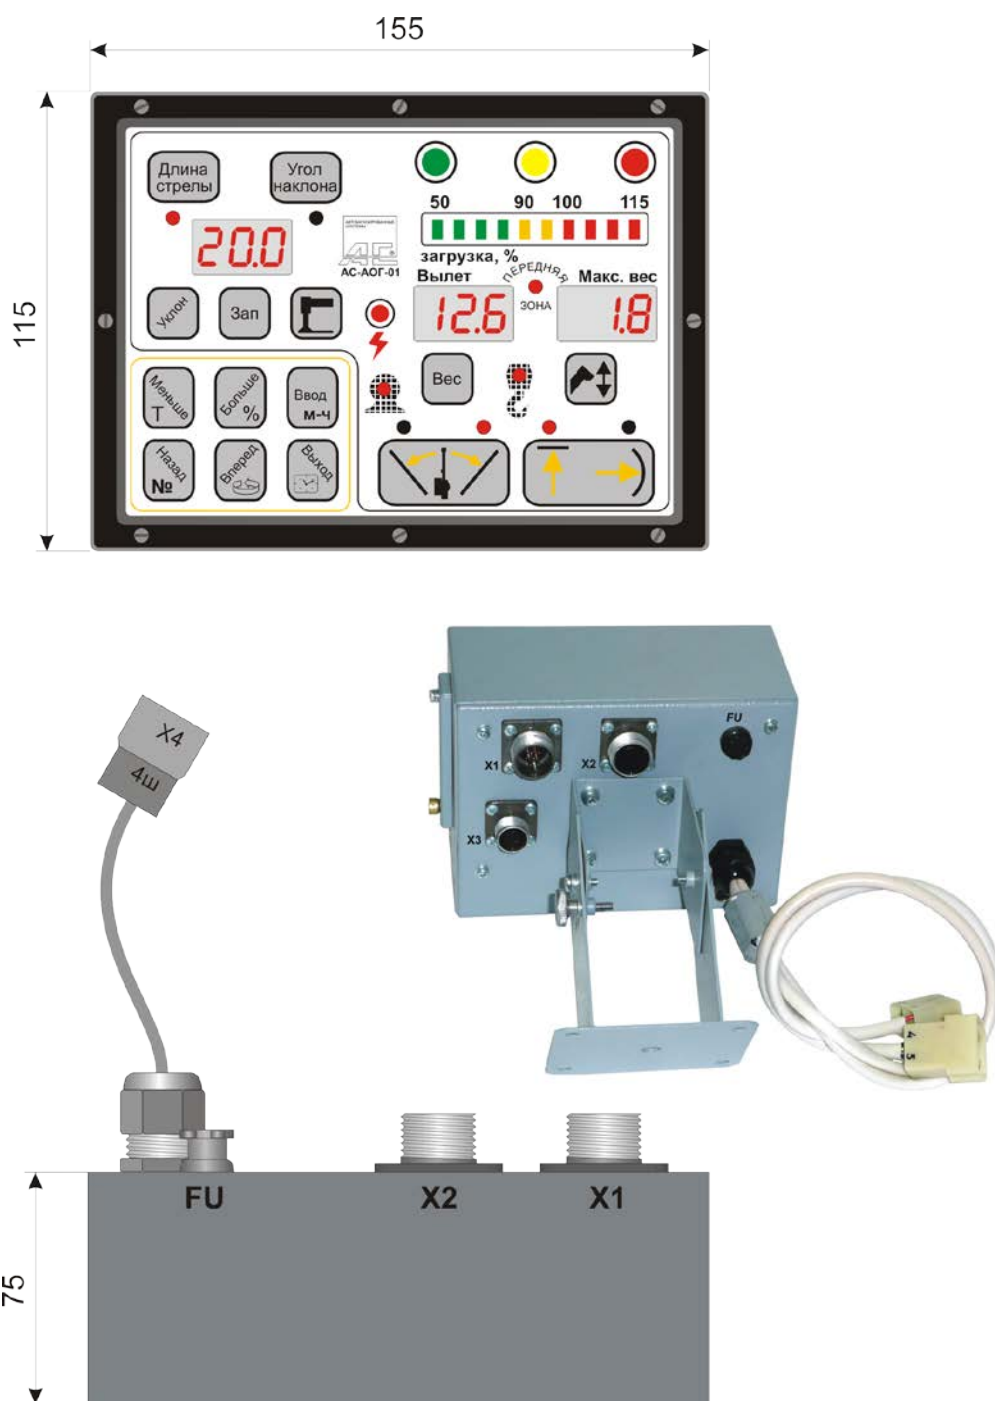

Рис.2
| 1) блок АОГ, включающий "Регистратор параметров" | 1 шт, рис.2; |
Подсоединение АОГ к электрооборудованию крана должно быть произведено в соответствии со схемой подключения рис.3, а именно через контакты разъема X4 расположенного на тыльной стороне блока АОГ (рис.2), на задней стенке.
6.3. Напряжение питания от аккумуляторной батареи либо от преобразователя АС220В-DC24В при установке выключателя питания в положение ВКЛ подается на контакты разъема X4 блока АОГ, рис.2,3.
6.3.3. К блоку питания относятся 2 плавких предохранителя FU1 и FU, расположенных в блоке АОГ, рис.2. Самовосстанавливающийся предохранитель FU1 (1А) размещен внутри блока и предназначен для защиты внутренних электронных цепей блока АОГ, а плавкий предохранитель FU (5А), размещен на задней стенке блока АОГ и предназначен для защиты цепей управляющих реле от короткого замыкания. Питание реле осуществляется независимо от внутренних электронных цепей блока АОГ.
6.4. Блок АОГ включает в себя модуль индикации и управления (первая плата), вычислительный модуль, модуль ввода цифровых и аналоговых сигналов, модуль АЦП, модули "Регистратора параметров", блока питания и реле (вторая плата), Рис.2.